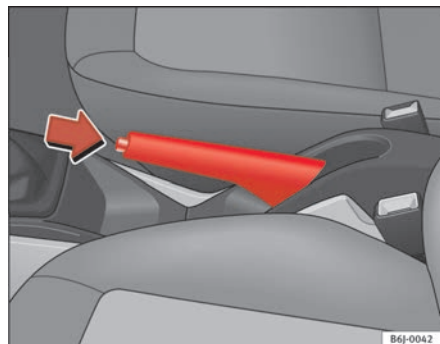

Fig. 102 Travão de mão entre os bancos dianteiros
- Puxe com força para cima a alavanca do travão de mão ⇒ fig. 102.
- Puxar a alavanca um pouco para cima, premir o botão desbloqueador no sentido da seta ⇒ fig. 102 e reconduzir a alavanca do travão de mão totalmente até baixo ⇒ ⚠.